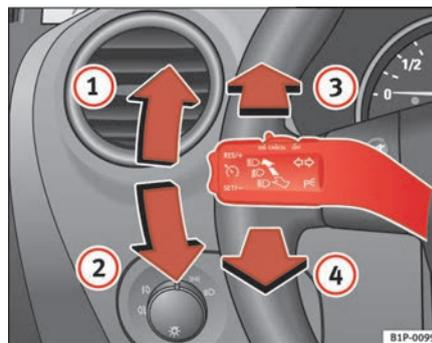

Abb. 77 Blinker und Fernlichthebel
- Drücken Sie den Hebel bis zum Anschlag nach oben ⇒ Seite 118, Abb. 77 ①, um **rechts** zu blinken bzw. nach unten ②, um **links** zu blinken.
- Drücken Sie den Hebel nach vorne ⇒ Seite 118, Abb. 77 ③, um das Fernlicht einzuschalten.